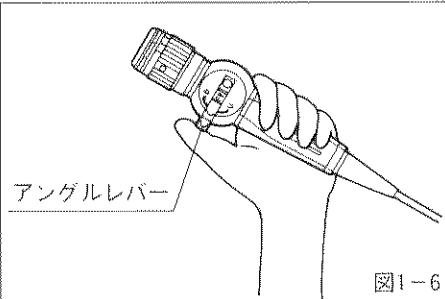

図1-6
⑭ アングルレバーに異常な抵抗を感じた場合はそれ以上無理に回さないでください。(図1-6)
(図1-6)